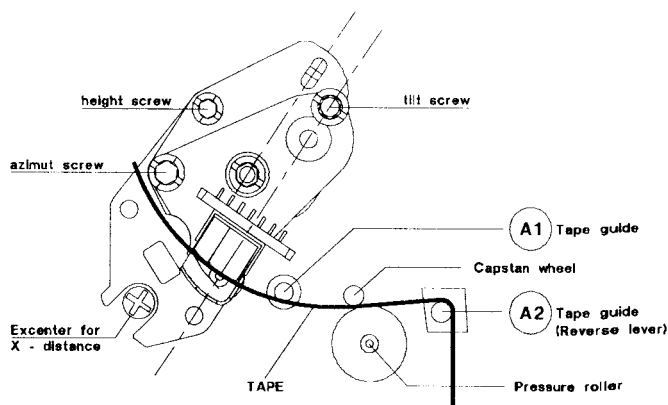

Fig. 19
- Mit der Tiltwinkelseinstellschraube die Bandunterkante gut auf die Bandführung A1 (siehe Fig.19) aufsetzen (das Band darf dabei an der Unterseite nicht eingerollt sein).
- Mit der Tiltwinkelseinstellschraube die Bandunterkante auf die führung A2 aufsetzen (siehe Fig19). Danach die Tiltwinkelseinstellschraube um ca. 60°- 90° entgegen dem Uhrzeigersinn zurückdrehen (Band darf nicht an Tape guide A1 anliegen).